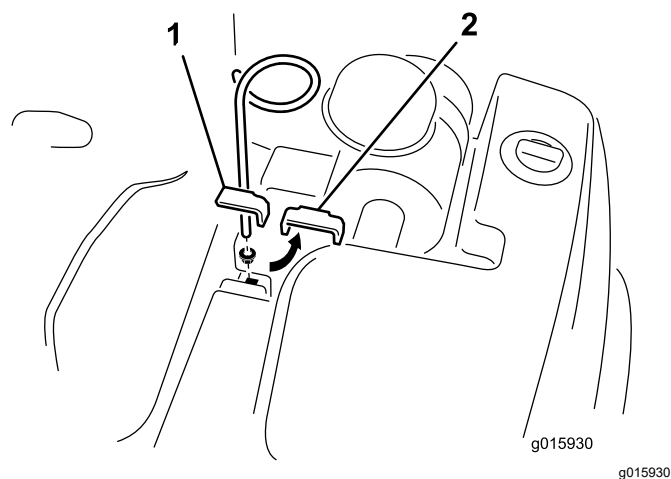

Рисунок 6
1. Выверните болт, снимите шайбу и гайку крепления верхнего хомута гидравлического бака к раме (Рисунок 6).
**Примечание:** Расположите направляющую шланга, как показано на Рисунок 6.)